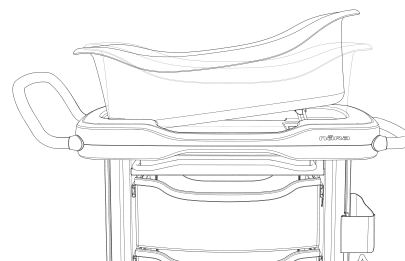

图 6 – 将婴儿卧篮倾斜
3. 稍微抬高婴儿卧篮并将倾斜度操纵杆从凹槽提高 (图 6)。